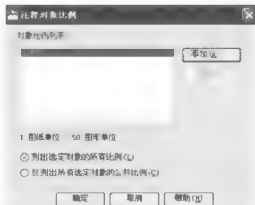

图 4.91 【注释对象比例】对话框
(3) 打开【注释对象比例】对话框，如图 4.91 所示。单击右上角的【添加】按钮，弹出【将比例添加到对象】对话框，这里选择 1:100，如图 4.92 所示。单击【确定】按钮关闭对话框后，将 1:100 添加到【注释对象比例】对话框的对象比例列表内。此时列表内有 1:50 和 1:100 两个注释比例。